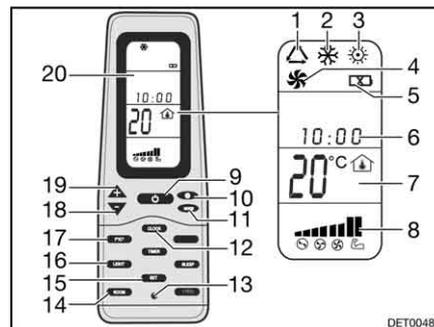

Fig. 150 Mando a distancia
- Pulsar la tecla ON/OFF (Fig. 150,9).
- Pulsar la tecla "Mode" (Fig. 150,11) las veces que sean necesarias hasta que se visualice el modo de funcionamiento deseado (Fig. 150,1, 2, 3 ó 4) en el display (Fig. 150,20).
- Ajustar la temperatura deseada con las teclas "+" (Fig. 150,19) y "-" (Fig. 150,18).
- Seleccionar la etapa deseada del ventilador con la tecla Velocidad del ventilador (Fig. 150,10).
*Desconectar:* ■ Pulsar la tecla ON/OFF (Fig. 150,9).